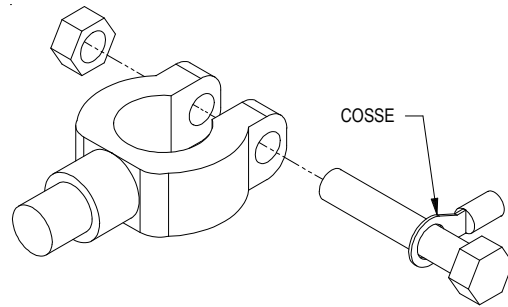

Figure 3
**Installation électrique** Les conducteurs de sortie du chargeur se terminent cosses. Installer les cosses sur le côté tête du boulon de la borne de la batterie (voir figure 3). Route et fixer le cordon d'alimentation et le câblage de sortie pour éviter d'endommager l'isolation de la ligne de gaz, le carburateur ou d'autres pièces chaudes, pointu ou en mouvement et pincement. Fixer le cordon d'alimentation à l'aide d'un serre-câble ou équivalent.